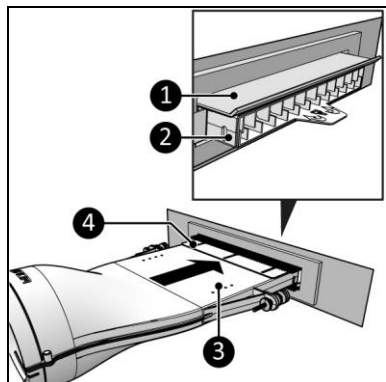

Abbildung 4
1. Führen Sie den Hauptkörper (Abbildung 4, Pos. 3) in den Durchgang ein (Abbildung 4, Pos. 4).
2. Stellen Sie sicher, dass der Hauptkörper (Abbildung 4, Pos. 3) aus dem Briefkasten herausragt (Abbildung 4, Pos. 2), sodass die Briefkastenklappe (Abbildung 4, Pos. 1) offen bleibt und auf dem Hauptkörper ruht.